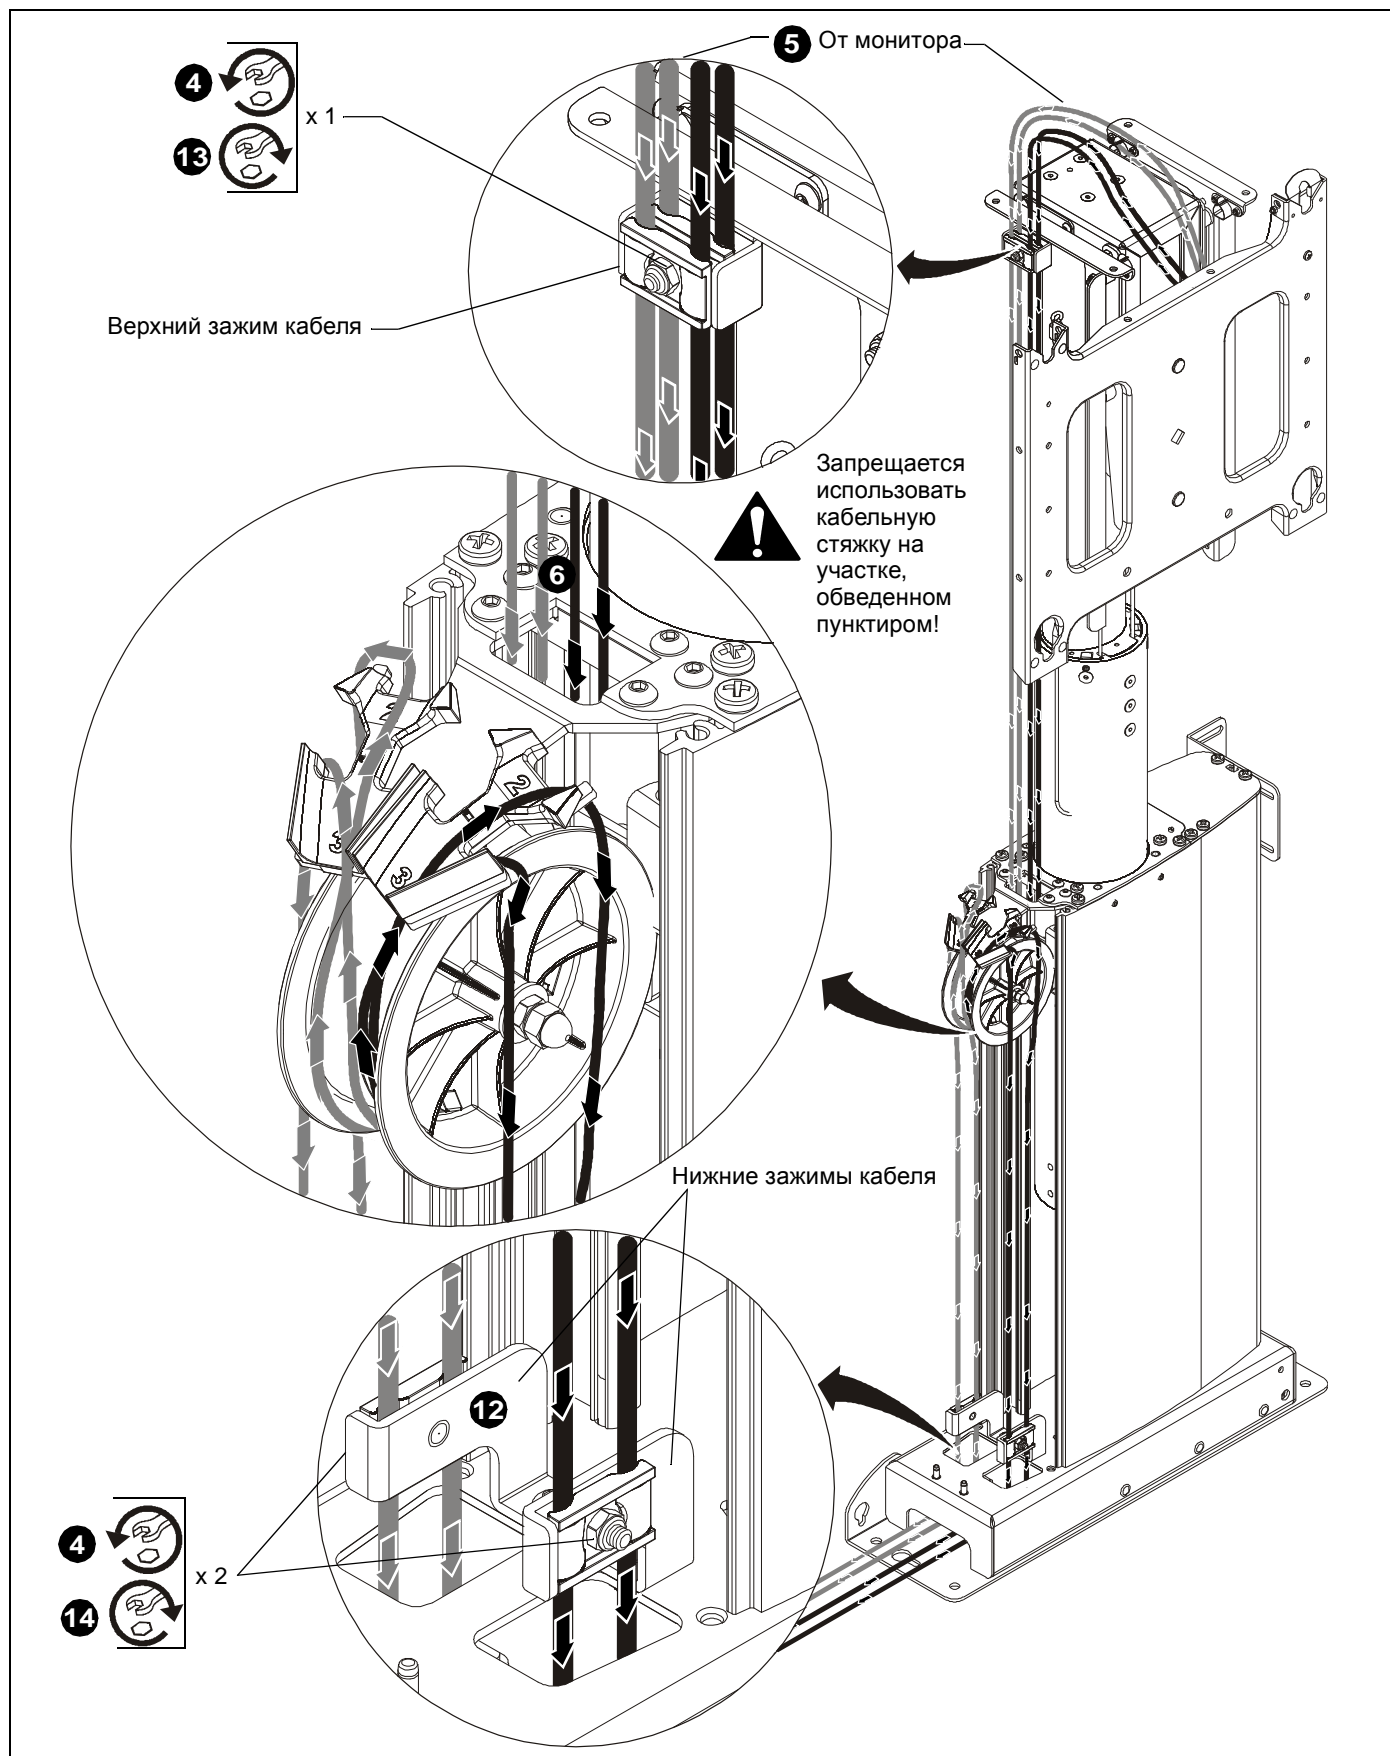
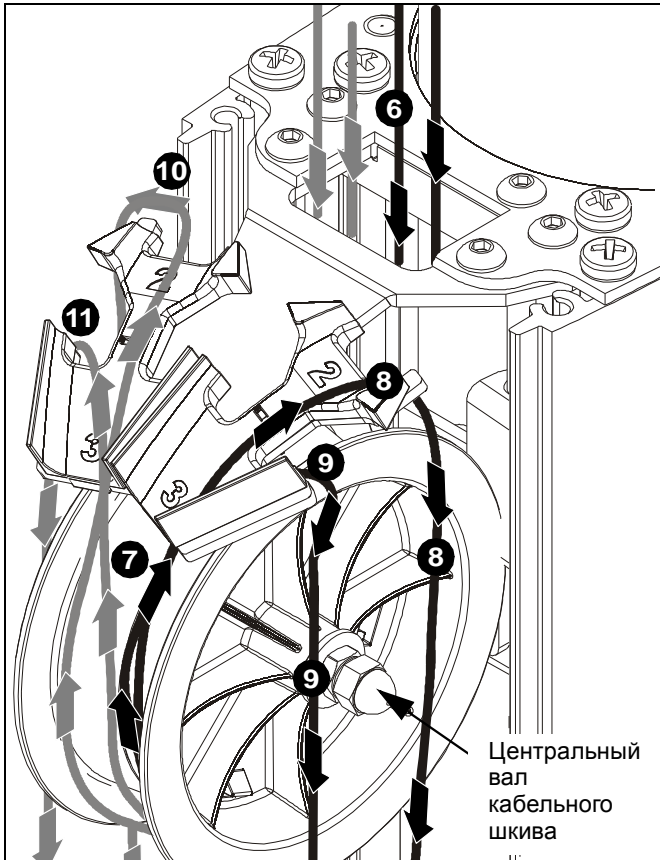

рис. 19
рис. 20
4. Ослабьте три зажима кабеля. (см. рис. 19)
5. Проложите кабель вниз через верхний зажим кабеля. (см. рис. 19) и (см. рис. 20)
6. Проложите кабель вниз через отверстие за кабельный шкив. (см. рис. 19) и (см. рис. 20)
- Убедитесь, что кабели на задней части CM2 (серые) находятся на задней части кабельного шкива. (см. рис. 19) и (см. рис. 20)
- Убедитесь, что кабели на передней части CM2 (черные) находятся на передней части кабельного шкива. (см. рис. 19) и (см. рис. 20)
7. Проложите кабели под кабельным шкивом и заведите их вверх над **верхней частью** кабельного шкива. (см. рис. 19) и (см. рис. 20)
8. Проложите один кабель от передних (черных) зажимов кабеля через отверстие для кабеля № 2 и опустите прямо вниз рядом с центральным валом кабельного шкива. (см. рис. 19) и (см. рис. 20)
9. Проложите один кабель от передних (черных) зажимов кабеля через отверстие для кабеля № 3 и опустите прямо вниз с другой стороны центрального вала кабельного шкива. (см. рис. 19) и (см. рис. 20)
10. Проложите один кабель от задних (серых) зажимов кабеля через отверстие для кабеля № 2 и опустите прямо вниз рядом с центральным валом кабельного шкива. (см. рис. 19) и (см. рис. 20)
11. Проложите один кабель от задних (серых) зажимов кабеля через отверстие для кабеля № 3 и опустите прямо вниз с другой стороны центрального вала кабельного шкива. (см. рис. 19) и (см. рис. 20)
ВАЖНО! Убедитесь, что кабели не согнуты и не перекручены! Кабели с передних (черных) верхних зажимов (см. рис. 19) должны быть спереди кабельного шкива (см. рис. 20) и спереди нижнего зажима кабеля (см. рис. 19). Кабели с задних (серых) верхних зажимов (см. рис. 19) должны быть сзади кабельного шкива (см. рис. 20) и сзади нижнего зажима кабеля (см. рис. 19).
12. Продолжайте прокладку кабелей вниз через нижние кабельные зажимы. (см. рис. 19)
14. Начиная от верхнего кабельного зажима и перемещаясь вниз, удалите все провисания кабелей и затяните нижние зажимы кабелей. (см. рис. 19)